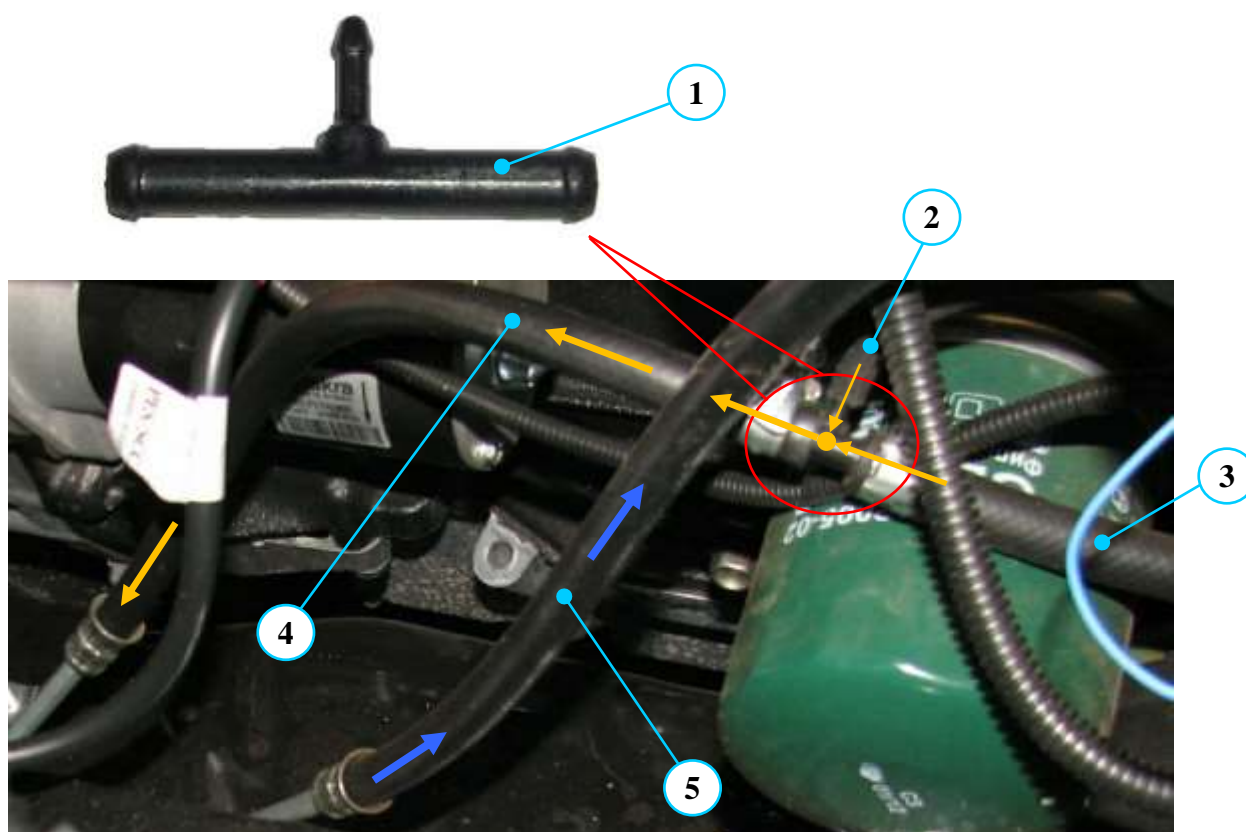

Рис. 65. Внешний вид и место установки тройника для слива отсечного топлива из ТНВД и топливных форсунок в топливный бак:
**Тройник** (рис. 65) служит для объединения потоков отсечного топлива из ТНВД и топливных форсунок и направления их в топливный бак. Тройник изготовлен из Армида ПА СВ 30-2Т.